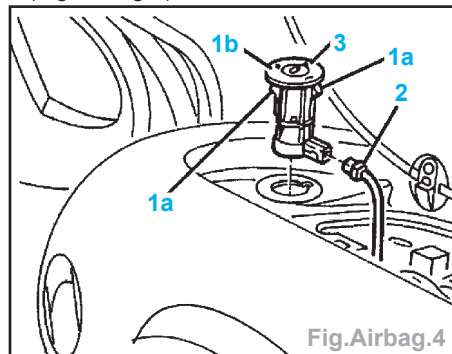

Fig.Airbag.4
- Accéder par le logement de la centrale de dérivation et agir sur les retenues (1a) puis déboîter l'interrupteur (1b) (Fig.Airbag.4).